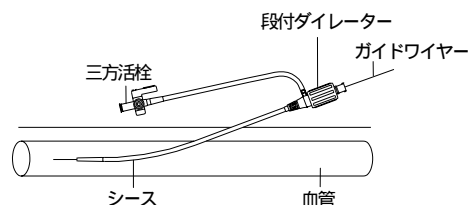

図3
9. 一体化したシース・段付ダイレターを、外部に出ているガイドワイヤーを通して、できるだけ皮膚と平行になるようにして血管内に挿入する（図3参照）。